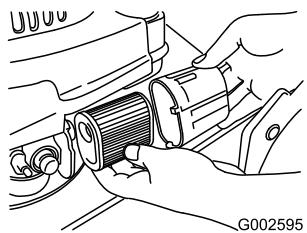

Figura 30
- Gire la tapa del filtro de aire para retirarla (Figura 30).